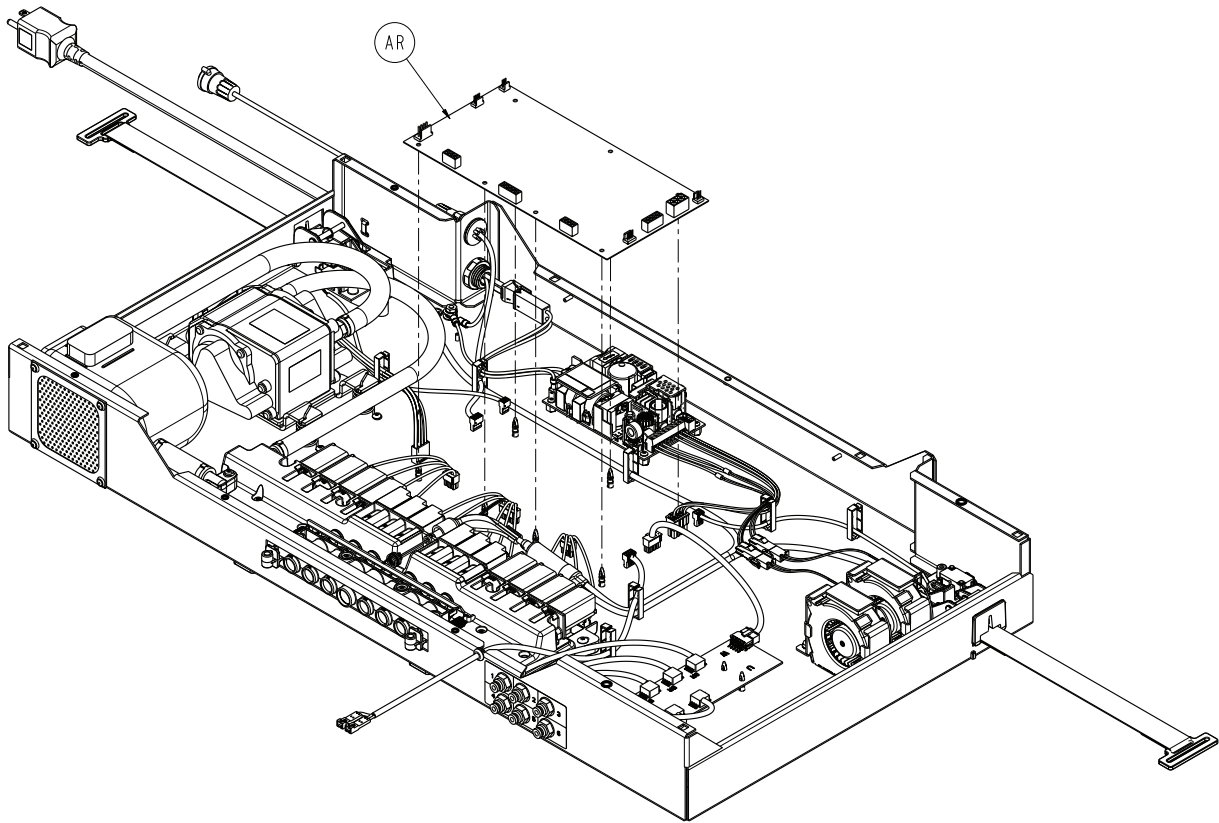

Figure 2-21 : Carte mère
3. Débrancher tous les câbles de la carte mère (AR) (Figure 2-21 à la page 2-43).